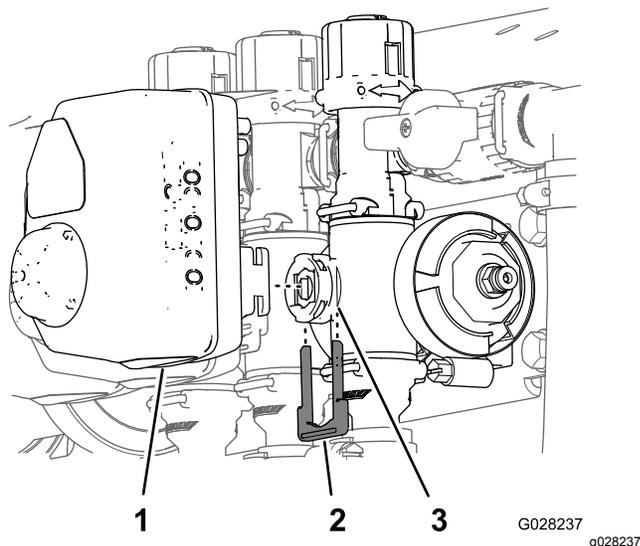

Рисунок 61
3. Снимите держатель, который крепит привод к коллекторному клапану управления интенсивностью опрыскивания, перемешивания, главному клапану стрелы или клапану секции стрелы (Рисунок 61).